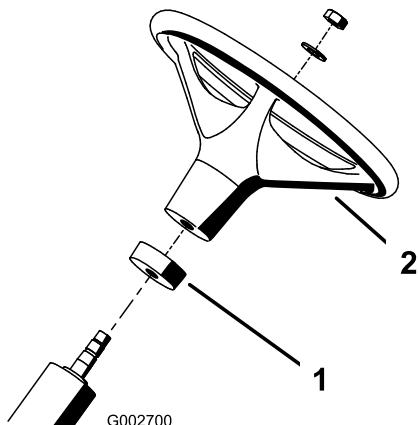

Bild 2
2. Schieben Sie den Schaumkragen auf die Lenkwellen (Bild 2).
3. Schieben Sie das Lenkrad auf die Lenkrolle (Bild 2).
4. Befestigen Sie das Lenkrad mit einer Scheibe und Sicherungsmutter an der Lenkrolle (Bild 2). Ziehen Sie die Sicherungsmutter mit 27 bis 35 Nm an.